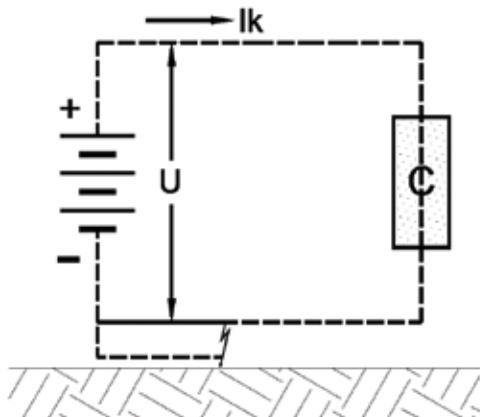

Figura 5
- » Tercer caso: En la figura 5, se ha esquematizado el recorrido de la corriente eléctrica de cortocircuito  $I_k$ . En ella misma, es fácilmente observable que la atraviesa la carga  $C$ , circula por parte de los cables, pero no hay retorno a la fuente.